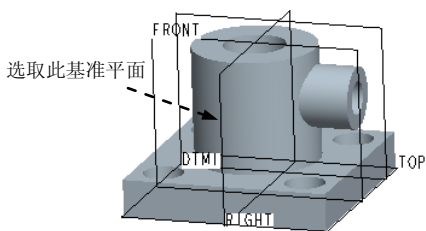

图 5.4.4 选取基准平面
Step4. 在系统 **选择参照基准** 的提示下, 选取图 5.4.4 所示的基准平面 “RIGHT” (如果此时在绘图区中没有显示基准平面, 请在工具栏中单击  按钮, 显示基准平面)。